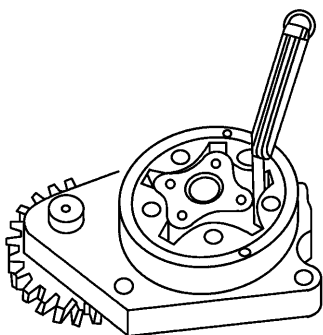

图 6-7 顶部间隙测量
(1) 顶部间隙测量（图 6-7） 将塞尺插入内转子齿顶，测量内外转子间的啮合间隙。ISL 柴油机此间隙值应为 $0.0254 \sim 0.1778\text{mm}$ ，如果顶部间隙超出技术规范，更换机油泵。